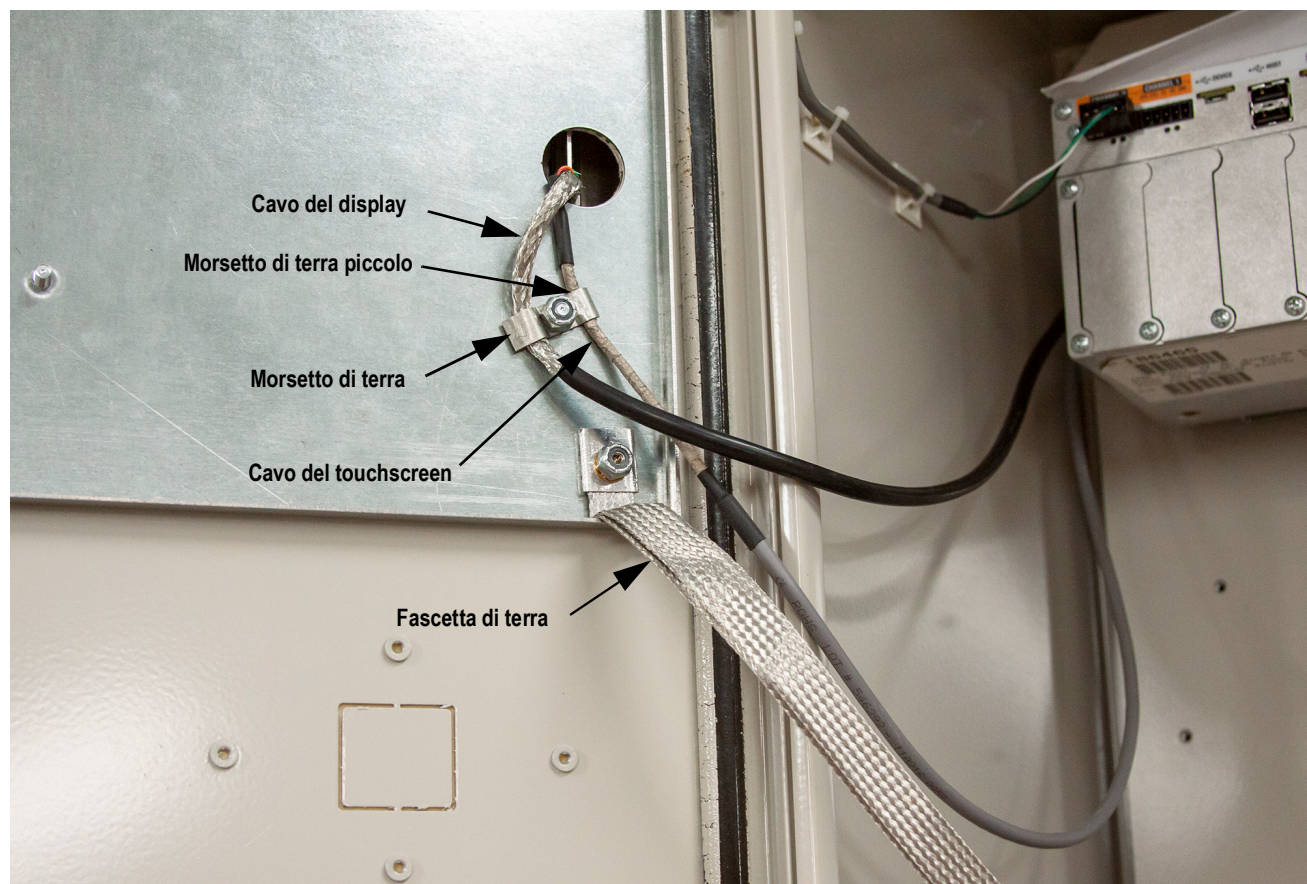

Figura 2-30. Messa a terra della schermatura della versione con montaggio a pannello
**NOTA:** la Figura 2-30 è solo a scopo illustrativo e potrebbe non rappresentare tutte le applicazioni di montaggio a pannello. La posizione della messa a terra e l'esatta collocazione dei perni possono variare.